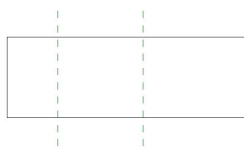

图 4-18 创建两个参照平面
- 点击“建筑”选项卡“工作平面”面板中的“参照平面”工具，按照状态栏提示，在楼板中间大致位置创建两个参照平面（图 4-18），按 Esc 键两次退出参照平面创建命令。